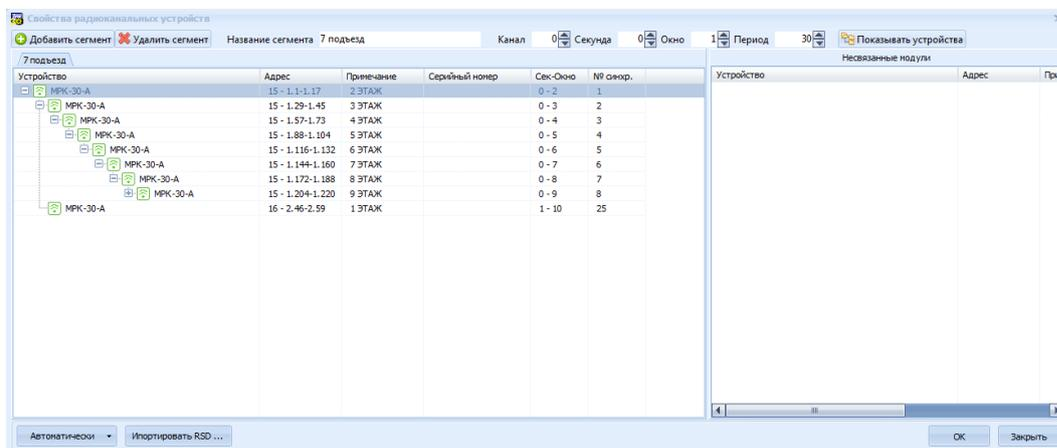

Рисунок 4.39
5) В новый сегмент перетащить с помощью мыши модули из правого окна. Устройства добавляются в сегмент на основании физического расположения на объекте. Например, на рисунке МРК вложены друг в друга по принципу видимости по этажам здания (Рисунок 4.39).